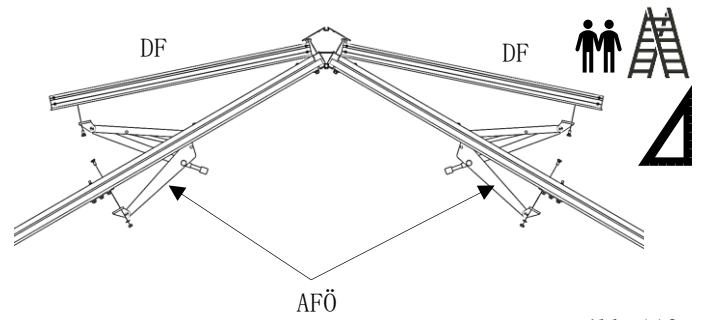

Abb. 113
- die beiden automatischen Fensteröffner (Pos. AFÖ) werden an die Dachfensterprofile (Pos. DF) montiert. (Abb. 113)